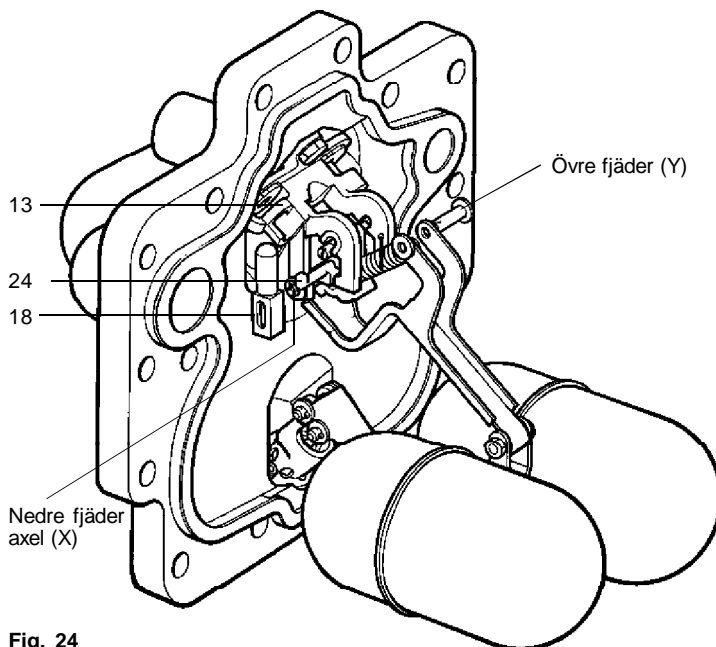

Fig. 24
15. För att avlägsna utblåsningsventilen (del 18), avlägsna sprinterna, brickorna, och axlarna (X och Y) från toppen av fjäderaxel och pumpaxel (Se fig. 24).
18. Sätt utblåsningsventilens (del 18) spår i linje med vinkeln på ställdonsarmen (del 24) (Se fig. 24).